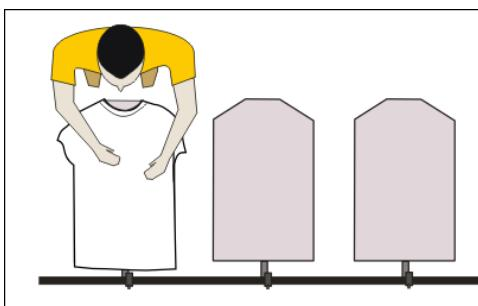

Imagen 508_01
2. Estirarlas y suavemente posicionarlas bien centradas (Imagen 508_01)